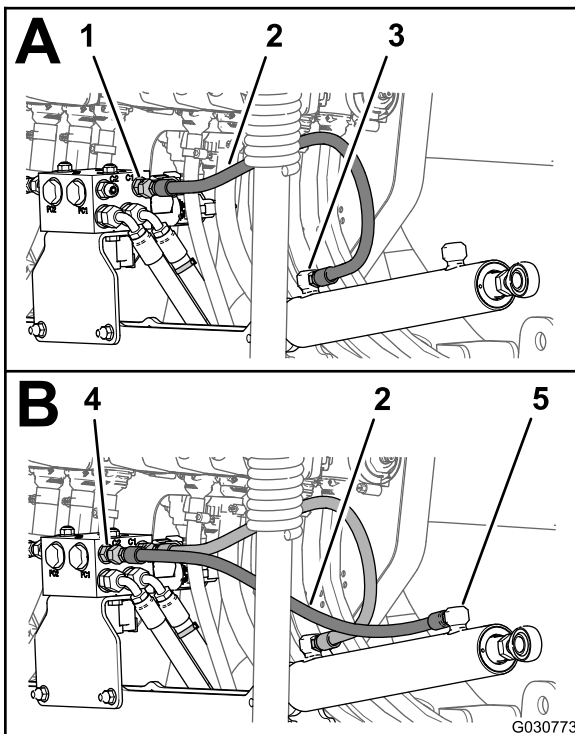

Figure 96
- Reliez, sans serrer, un flexible hydraulique (1/4 x 24-3/4") neuf entre l'orifice de déploiement du vérin de levage de rampe droit et l'orifice C1 du collecteur de levage de rampe (Figure 96).
4. Reliez, sans serrer, un flexible hydraulique (1/4 x 24-3/4") neuf entre l'orifice de rétraction du vérin de levage de rampe droit et l'orifice C2 du collecteur de levage de rampe (Figure 96).
5. Serrez les raccords de flexible reliés aux orifices de déploiement et de rétraction des vérins de levage (Figure 95 et Figure 96) à un couple de 21 à 26 N·m.
6. Serrez les écrous orientables des flexibles sur le collecteur de levage de rampe (Figure 95 et Figure 96) à un couple de 24 à 30 N·m.